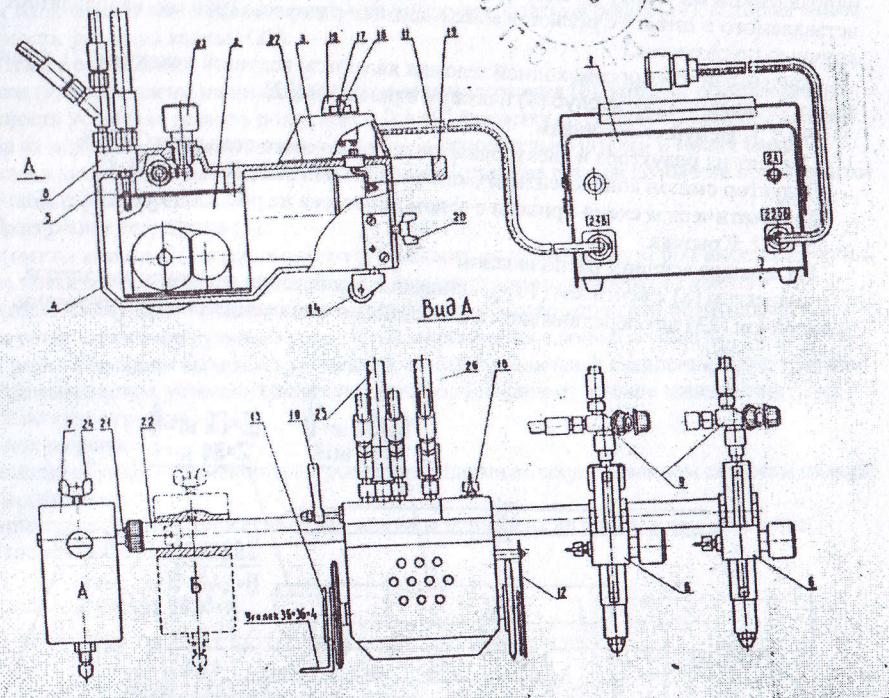

Рис. 1
5.1 Машина (см. рис. 1) состоит из следующих основных частей:
При резке с большим вылетом груз-центр, с целью увеличения сцепления колес тележки с разрезаемым листом, устанавливается на противоположном от резаков конце штанги (на рис. 1 положение груза «Б»).